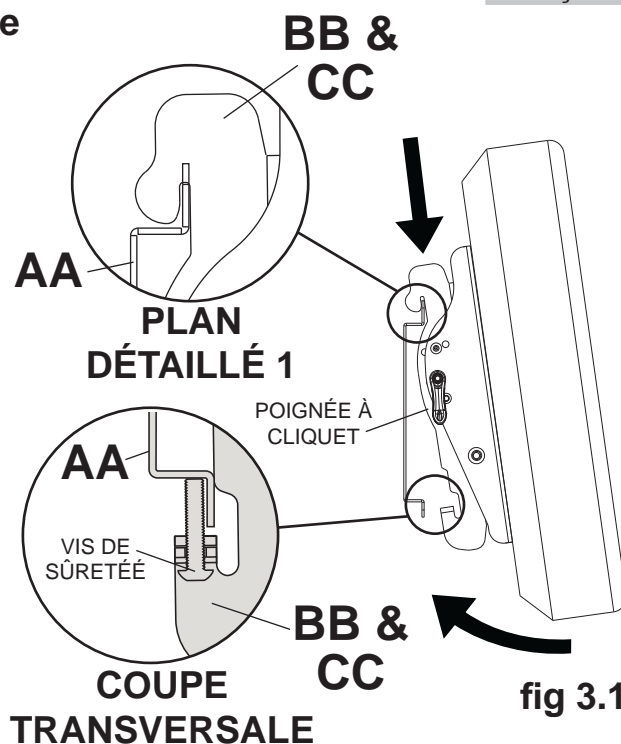

fig 3.1
**Montage de l'écran:** La poignée à cliquet doit être en position relevée ou abaissée pour ne pas créer d'interférence lors de la fixation des supports inclinables à la plaque murale (**AA**). Accrochez lentement les supports inclinables (**BB** et **CC**) sur la plaque murale (**AA**) et faites basculer l'écran vers le bas comme illustré à la fig. 3.1. Les crochets des supports inclinables doivent s'enclencher complètement dans la plaque murale comme illustré dans le détail 1. À l'aide d'un tournevis cruciforme, tournez le vis de sûreté/sécurité sur les supports inclinables (**BB** et **CC**) dans le sens horaire jusqu'à ce que l'extrémité de la vis entre bien en contact avec la plaque murale comme illustré dans la vue en coupe.